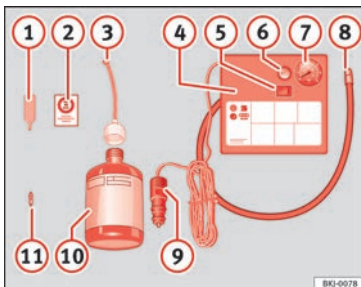

Fig. 105 Rappresentazione standard: contenuto del kit per la riparazione degli pneumatici.
Il kit per la riparazione degli pneumatici si trova nel sottofondo del bagagliaio. Include i seguenti componenti » **fig. 105:**
Riavvitare il tubo di gonfiaggio » **fig. 105** ⑧ e controllare la pressione sul manometro ⑦.